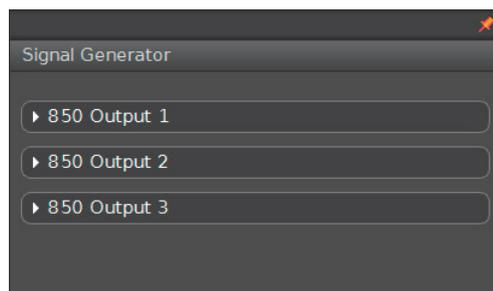
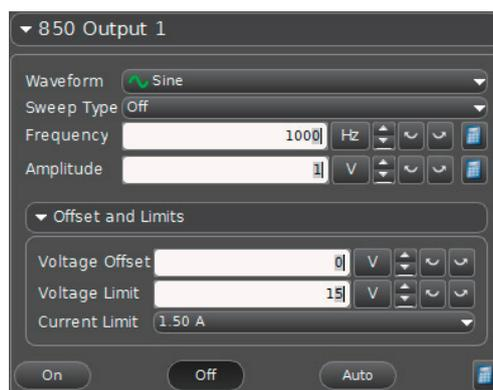

図 19 Signal Generator パレット
図 20 Output1 の設定画面
- 2) ツールパレットから Signal Generator ボタン  をクリックして、Signal Generator パネル(図 19)を開きます。パネルには、850 インターフェースの各出力ポート（ポート 1～3）の設定画面があり、選択すると、図 20 のような設定画面がドロップダウン表示されます。
- 3) ツールパレットから **Signal Generator** ボタン  をクリックして、**Signal Generator** パネル (図 19) を開き、設定や制御を行います。